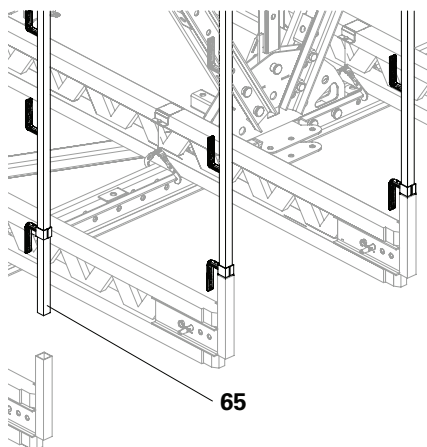

Fig. A6.04
3. Inserire 1x bullone per parapetto (**65**) nei supporti di parapetto (**64**). (Fig. A6.04)